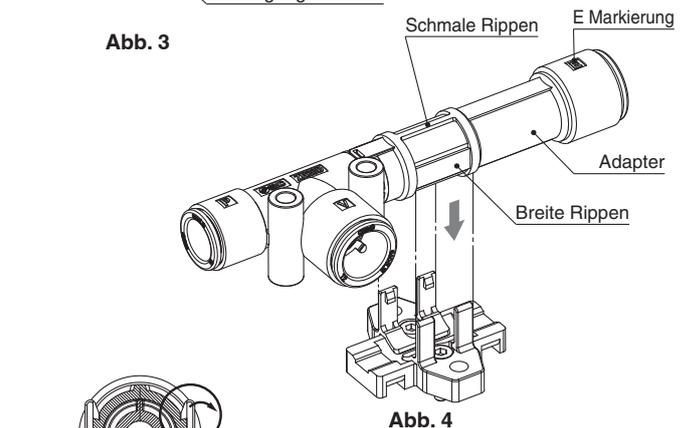

Abb. 4
- 3) Um das Produkt in der Halterung anzubringen, schieben Sie ihn nach unten, während die schmale Rippe und die E-Markierung auf dem Adapter nach oben zeigt und die breite Rippe zur Seite (Bild 4). Halten Sie den Adapter, und drehen Sie den Vakuum-Anschluss (V) für die Einstellung.